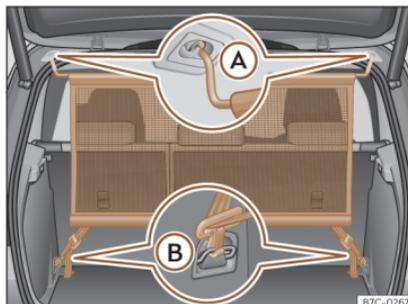

Fig. 117 Filet de séparation installé.
- Accrochez le filet de séparation dans le logement gauche du toit >>> **fig. 117** ①. Assurez-vous de tirer la barre transversale vers le bas au-delà de la position haute.
- Accrochez le filet de séparation dans le logement droit du toit >>> **fig. 117** ②.
- Accrochez les deux crochets du filet de séparation aux œillets d'arrimage du coffre à bagages >>> **fig. 117** ③ et serrez fermement les ceintures de fixation.